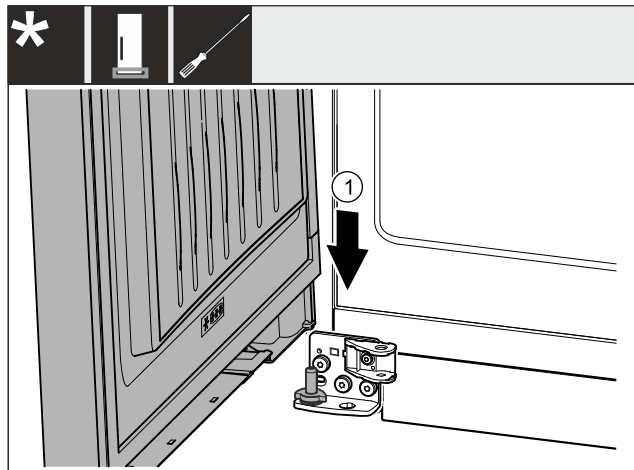

Fig. 30
- ▶ Așezați ușa de sus pe bolțul inferior de lagăr. Fig. 30 (1)